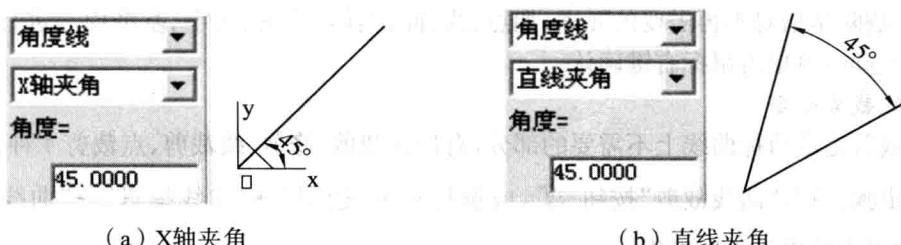

图 2-1-13 角度线
①过点:是指过一点作已知直线的平行线。
②距离:是指按照固定的距离作已知直线的平行线。
③条数:可以同时作出的多条平行线的数目。
(3)角度线:生成一条与坐标轴或一条直线成一定夹角的直线。夹角类型包括与 X 轴夹角、与 Y 轴夹角和与直线夹角,如图 2-1-13 所示。